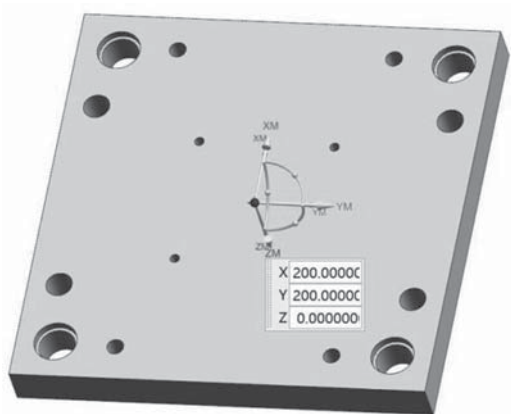
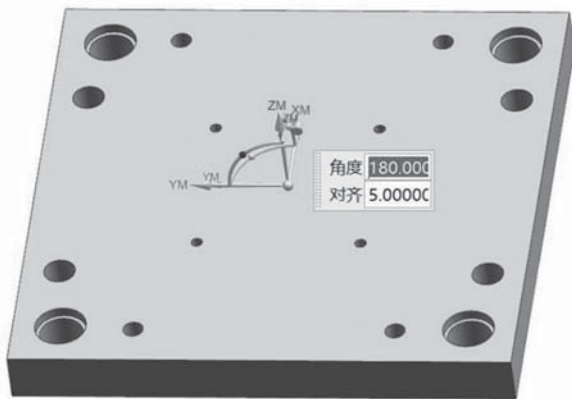

图 4-1-5 加工原点的设置
图 4-1-6 旋转坐标轴
(1) 单击 (几何视图) 图标，进入几何视图界面。双击 MCS_MILL 图标，弹出“MCS 铣削”对话框。
(2) 单击零件中心的小圆孔的外圆，自动捕捉圆心成为坐标系原点，如图 4-1-5 所示。绕着 X 轴旋转坐标轴 180°，得到如图 4-1-6 所示的机床坐标系。